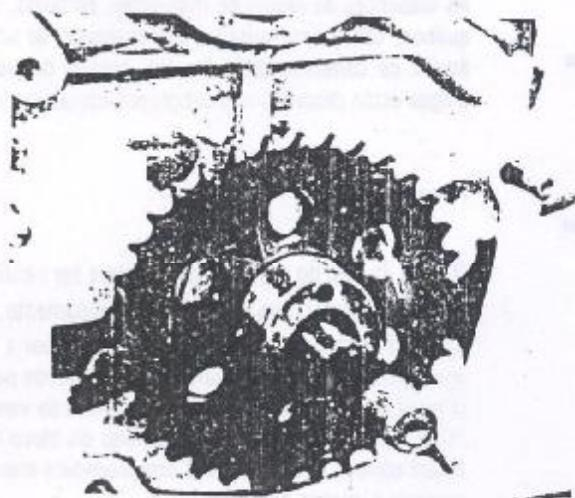

Figura 1.01.11 - Excentrício de acionamento da bomba de gasolina.
29. Remover o excêntrico de acionamento da bomba de gasolina com a ferramenta G.1.27.01A. Para tal, girar excêntrico no sentido horário, uma vez que o mesmo possui rosca à esquerda (Figura 1.01.11).